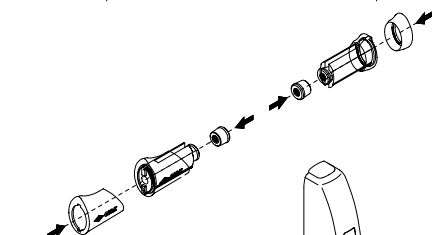

FIG. 11
- 10) Introdurre alle due estremità della barra i tappi di raccordo ed i manicotti ad espansione con le relative bussole filettate inserite con una leggera forzatura (fig. 11).
- 10) Put the connection plugs and the expanding sleeve collars with the threaded bushes on the two ends of the bar using minimal force (Fig. 11).
- 10) Introduire aux deux extrémités de la barre les bouchons de raccord et les manchons à expansion avec les douilles filettées correspondantes introduites en forçant légèrement (fig. 11).
- 10) Introduzca en las dos extremidades de la barra las tapas de unión y los manguitos de expansión con los correspondientes casquillos roscados, que se deben insertar con un leve forzamiento (Fig. 11).
- 10) De twee aansluitdoppen aan de uiteinden van de duwstang en de expansiehoeren met de betreffende schroefbussen aanbrengen (afb. 11), door ze volledig in te schuiven.
- 10) An den beiden Stangen-Enden die Verbindungsdeckel und die Spannhülsen mit entsprechenden Gewindehülsen mit leichtem Druck einsetzen (Abb. 11).